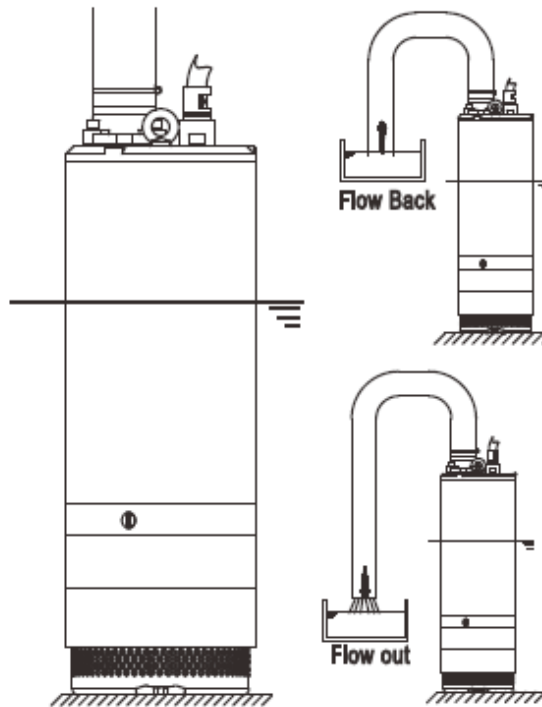

Рис.7 Крепление напорного шланга.
2.4.5.8. При использовании шланга в качестве напорного трубопровода к насосу соблюдайте следующие правила (Рис.7):